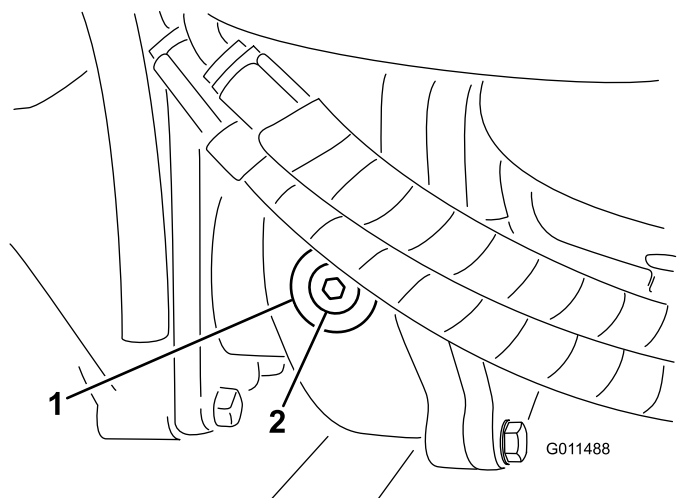

Bild 106
- Entfernen Sie die Prüf-/Füllschraube an der linken Getriebeseite und stellen sicher, dass das Öl die Unterseite des Lochs erreicht (Bild 106).